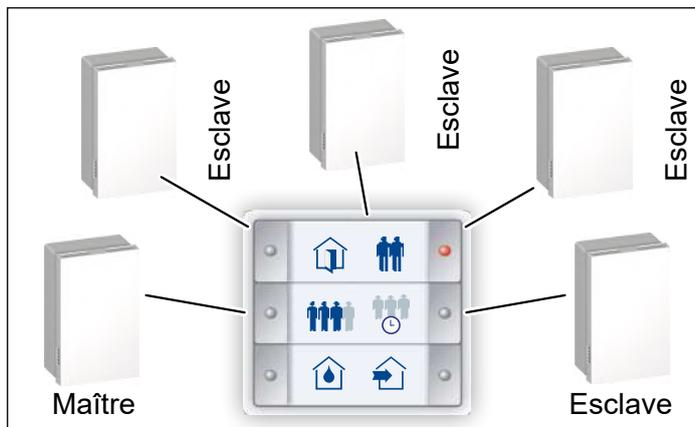

Fig. 33 : Raccorder les appareils d'aération en étoile
- Les câbles de commande devraient être posés et raccordés si possible en étoile (voir Fig. 33) des appareils d'aération au capteur à touche InControl.